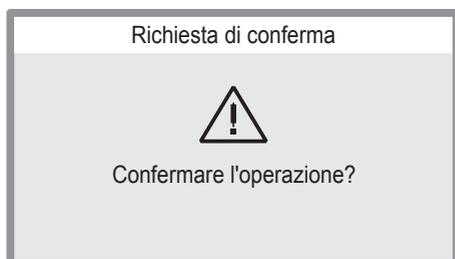

Figura 2.50
- Premere il tasto 15 (Figura 2.32) per accedere al menu selezionato (Figura 2.50).